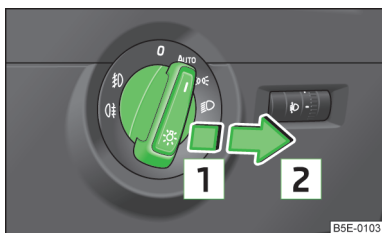

Fig. 32
➤ Rotiți comutatorul de lumini în poziția **AUTO**, sau » fig. 32.
► Rotiți comutatorul de lumini în poziția **AUTO** sau  $\text{D}$ , respectiv  $\text{<}$  » fig. 32 la pagina 55.